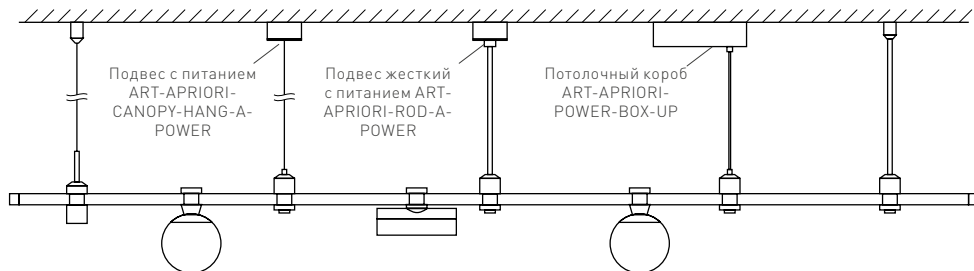

Рис. 3.1. Элементы и принцип электрического подключения в любом месте шинопровода
- 4.2. В любом месте шинопровода можно подвести питание при помощи следующих элементов системы (рис. 3.1):